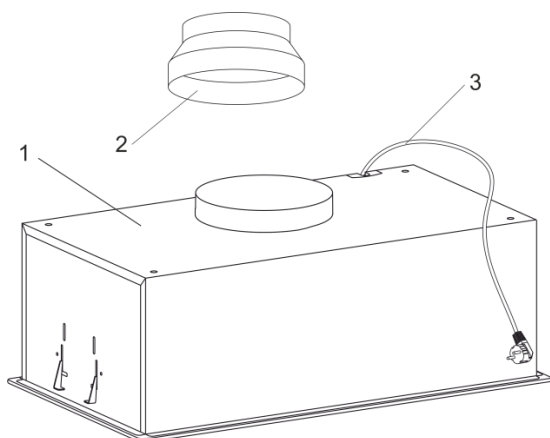
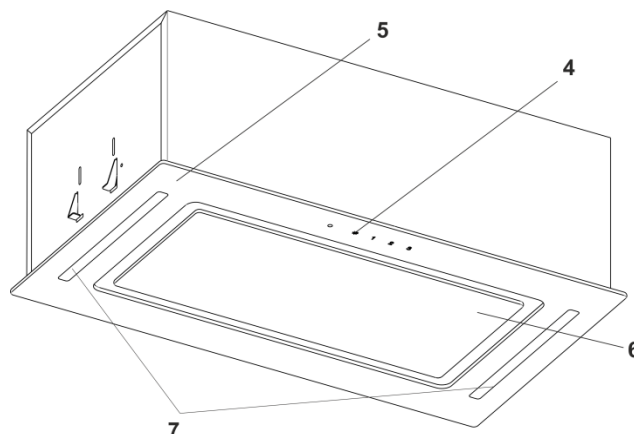

Рис.3
Рис.3.1
5.4 Вытяжка состоит из следующих составных частей (рис.3 / рис.3.1).